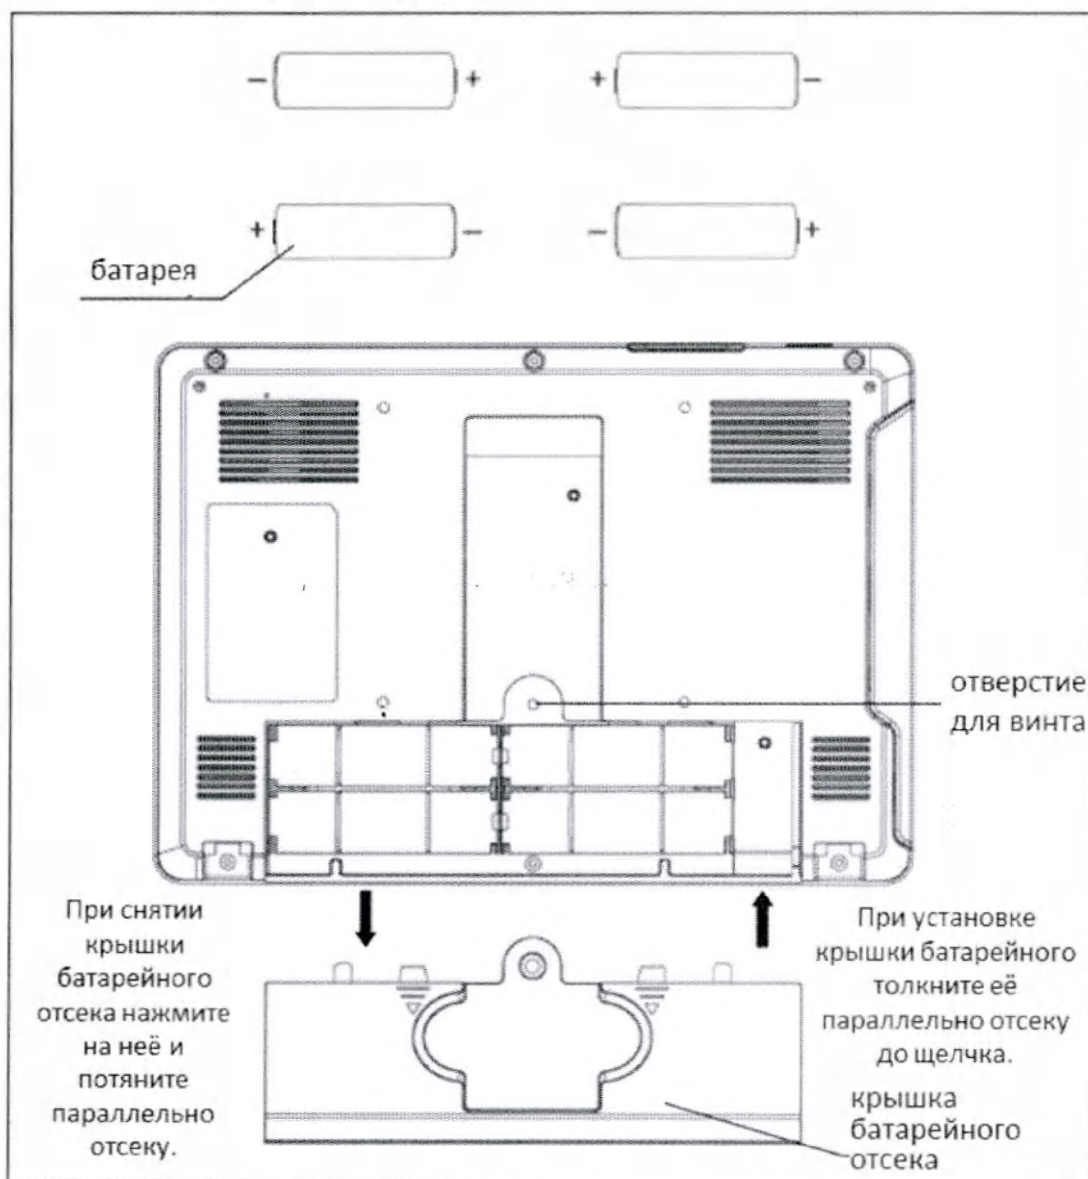

Рисунок 3.5
3. Извлеките все батареи из видеопроцессора и установите новые, соблюдая полярность, как показано на рис. 3.5.